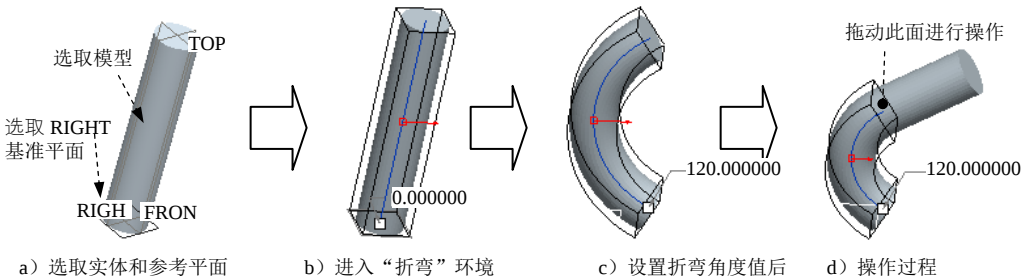

图 9.1.19 “折弯”操作
Step3. 在系统 **选择要扭曲的实体、面组、小平面或曲线。** 的提示下，在图形区选取图 9.1.19 a 所示的模型；单击操控板中的 **参考** 选项卡，在系统弹出的“参考”界面中单击激活 **方向** 下的文本框，再在模型树中选取 **RIGHT** 基准平面。
- 拖动加亮面（图 9.1.19 d），可以调整拉伸的起点和长度。